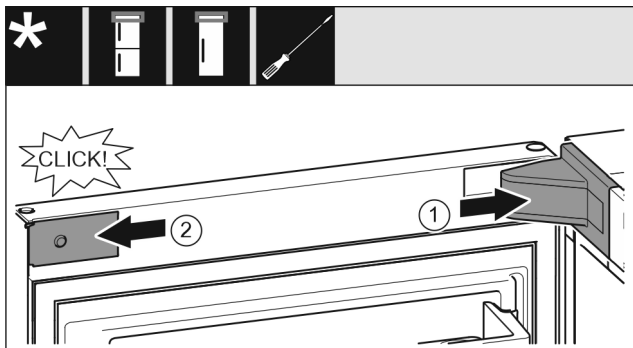

Fig. 42
- ▶ 放上并插入托架盖 Fig. 42 (1)，如有必要小心地按压分开。
- ▶ 将隔板 Fig. 42 (2)放置到侧面并插入。